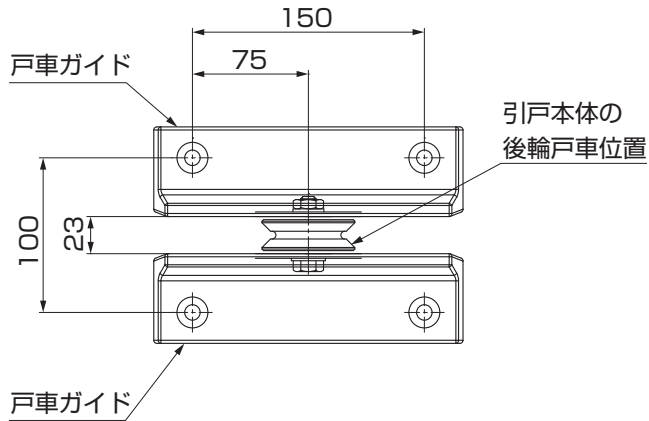

図7-2
- ②引戸本体を閉めた状態で引戸本体の戸車の位置にあわせて戸車ガイドを後輪の両サイドに位置合わせしてください。(図7-2参照)